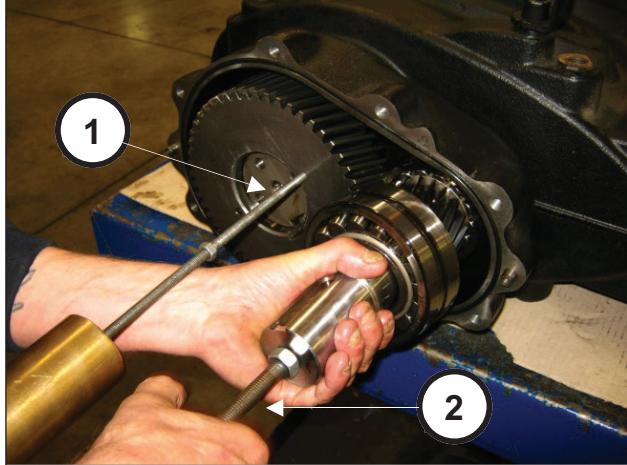

图12
为了能够拆除小齿轮+齿轮冠单元，必须将冲击锤施加到齿轮冠的两个M8孔（部件号①，图12）和小齿轮的M14孔（部件号②，图12）。